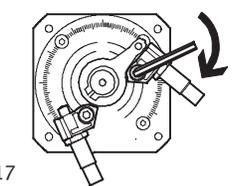

Рис. 17
7. Снова закрутите зажимной винт держателя амортизатора (Рис. 17) с указанным ниже моментом затяжки (Рис. 18). Только с заданным моментом затяжки рифление держателя амортизатора входит в материал корпуса.